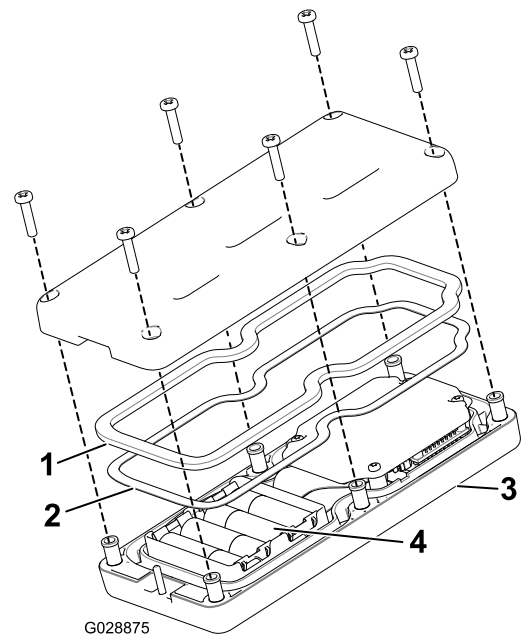

Figure 46
3. Retirez les 6 vis au dos de la télécommande et déposez le couvercle (Figure 46).
5. Placez les piles dans l'emplacement du logement en respectant la polarité. Les marquages de polarité sont gravés sur le logement pour chaque borne (Figure 46).
6. Si vous enlevez accidentellement le joint en caoutchouc et le joint en acier, remettez-les avec précaution dans la gorge de la télécommande portable (Figure 46).
7. Remettez le couvercle en place et fixez-le avec les 6 vis retirées précédemment (Figure 46), serrées à un couple de 1,5 à 1,7 N·m.